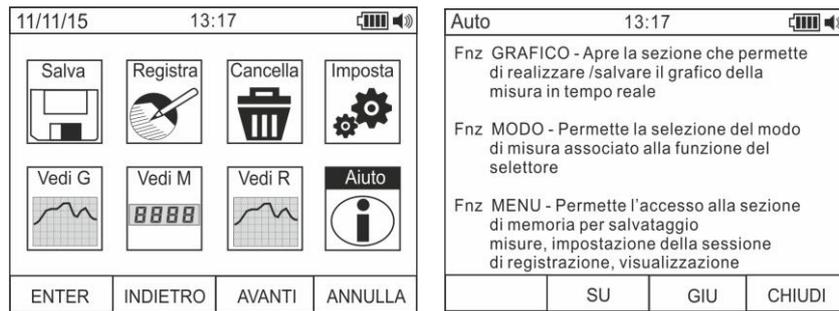

Fig. 21: Ajuda no display
40. Usar os botões **F2** ou **F3** para seleccionar o ícone “Ajuda (Aiuto)” e premir o botão **F1** (ver Fig. 21).
41. Usar os botões **F2 (P/CIMA (SU))** ou **F3 (P/BAIXO (GIU))** para percorrer as páginas da ajuda.